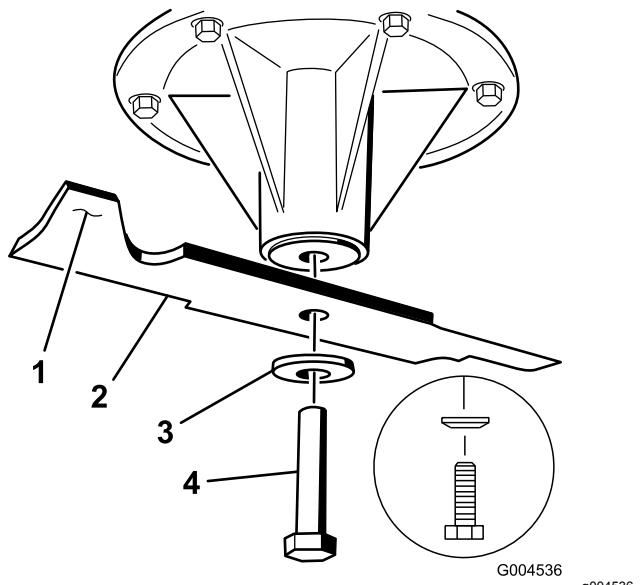

Figura 102
2. Togliete il bullone, la rondella curva e la lama dall'asse del fusello (Figura 102).